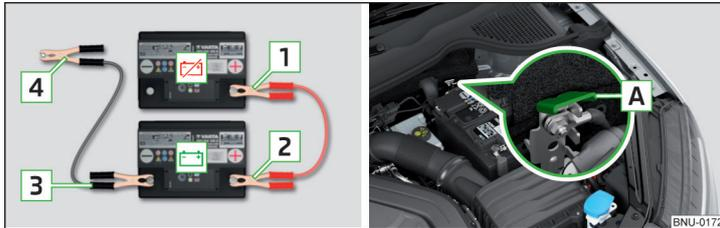

Abb. 326 Starthilfe: - entladene Batterie, - stromgebende Batterie / Massepunkt des Motors beim START-STOPP-System
- Bei Fahrzeugen **mit** dem START-STOPP-System die Klemme **4** am Massepunkt des Motors **A** befestigen » Abb. 326.